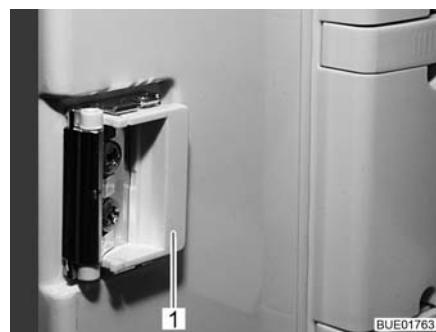
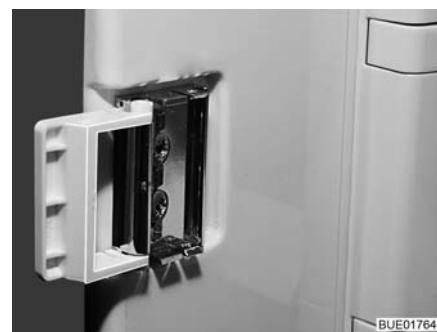
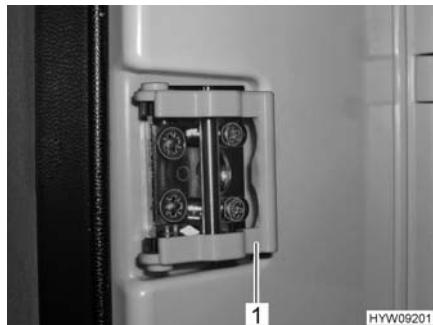
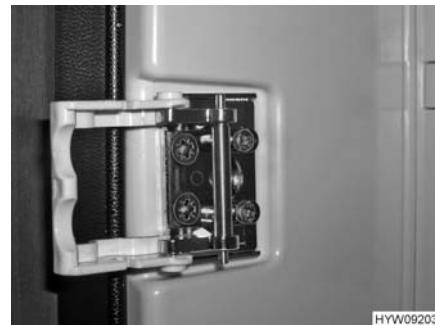

Fig. 146 Dispositivo di chiusura (posizione normale)
Fig. 147 Dispositivo di chiusura (posizione di ricircolo d'aria)
Fig. 148 Dispositivo di chiusura
Fig. 149 Dispositivo di chiusura
- Ruotare la staffa (Fig. 146,1 o Fig. 148,1) in avanti (Fig. 147 o Fig. 149).
A seconda del modello, il frigorifero può essere dotato anche di un dispositivo di chiusura, come quello illustrato in Fig. 148 e Fig. 149.